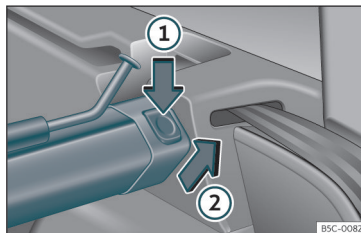

Fig. 132 Nel bagagliaio: smontare la rete divisoria.
- Premere il tasto di sblocco sinistro o destro >>> **fig. 132** nella direzione indicata dalla freccia ①.
- Rimuovere la scatola dal supporto nel senso della freccia >>> **fig. 132** ②.
- Premere la scatola nei supporti sinistro e destro nel senso contrario a quello della freccia »» fig. 132 ② fino allo scatto.